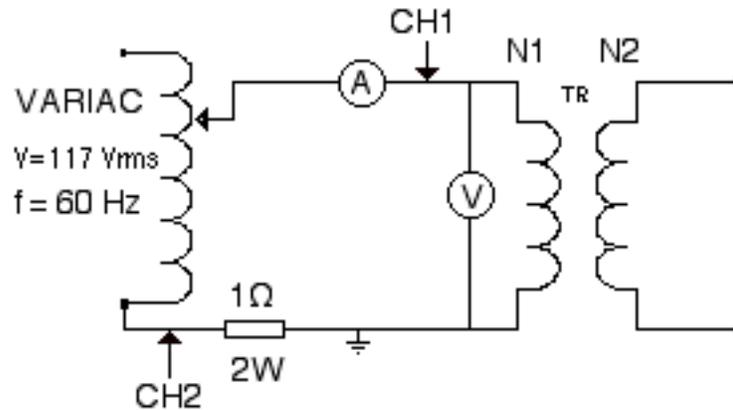

Figura 4
- 19.- Para obtener los parámetros en cortocircuito del transformador, monte el circuito de la figura 4, colocando el osciloscopio **FLOTANDO**.
23.- Observe que, según las conexiones mostradas en la figura 4, el canal CH1 del osciloscopio está midiendo el voltaje en el primario, y el canal CH2 está midiendo el voltaje sobre una resistencia de 1Ω , por la cual circula la corriente del primario, pero con la polaridad invertida, por lo que debe aplicar el control de inversión de este canal. Registre la imagen obtenida en la pantalla de las señales de los canales CH1 y CH2 del osciloscopio correspondientes a la prueba de cortocircuito. Mida el ángulo de desfase entre ambas señales y al terminar, ajuste la perilla de control de voltaje del Variac en cero.